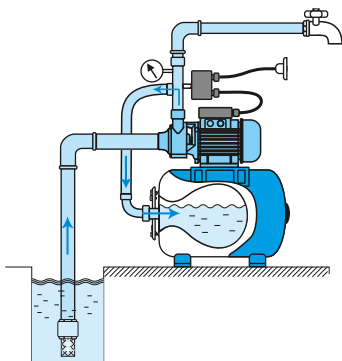

Рис.7 После успешного запуска можно перекрыть воду на выходе из напорной магистрали.
2. Вращением гайки(3) одновременно регулируется давление пуска (нижняя настройка) и давление отключения (верхняя настройка). Вращение по часовой стрелке одновременно увеличивает обе настройки, вращение против часовой стрелки – уменьшает.
3. Вращением гайки(4) регулируется разность между нижней и верхней настройкой. При этом нижняя настройка не меняется, а меняется значение верхней настройки. Вращение по часовой стрелке увеличивает значение верхней настройки; против часовой стрелки – уменьшает.
4. Значения настроенных давлений контролируются по манометру при закрытии и открытии вентиля 5 в напорной магистрали (рис. 7).